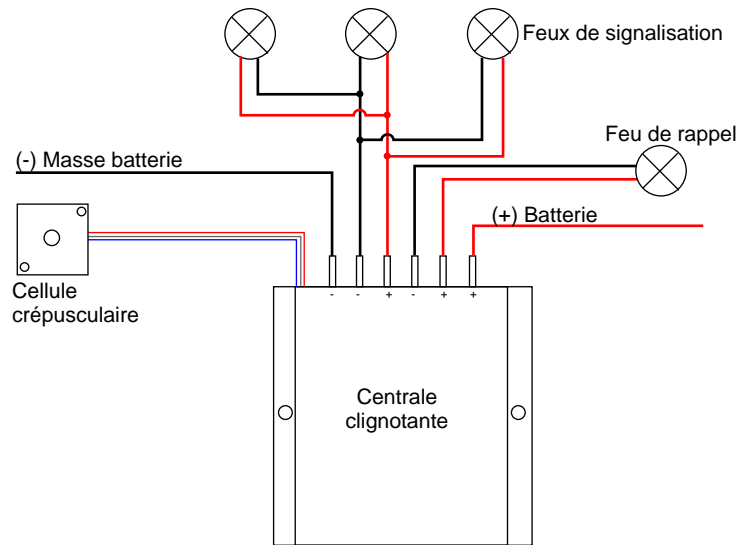

Figure 10. Schéma électrique de la centrale clignotante
- Schéma électrique de la centrale clignotante (Figure 10.)